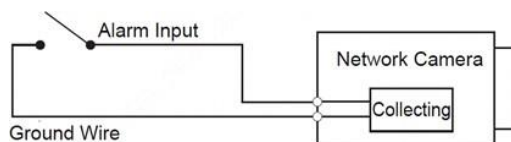

Figure 1-2 Entrée d'alarme
- Connectez l'entrée d'alarme de l'appareil à l'entrée d'alarme du port E/S, voir la figure 1-2.